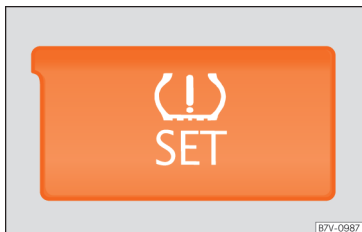

Abb. 298 Mittelkonsole: Taste für die Reifendruckkontrollanzeige.
- Halten Sie die Taste (L) **SET** » » **Abb. 298** gedrückt, bis ein akustisches Signal ertönt.
Der unsachgemäße Gebrauch der Einstelltaste der Reifendruckkontrollanzeige kann dazu führen, dass die Reifendruckanzeige falsche Warnungen ausgibt oder trotz einem gefährlich geringem Reifendruck keine Warnung ausgibt »» Abb. 298.